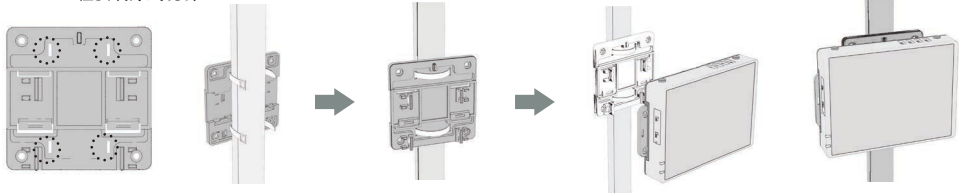

图 5
- 步骤 1. 将安装配件用束线带绑到 Pole 柱上（如图 5）；